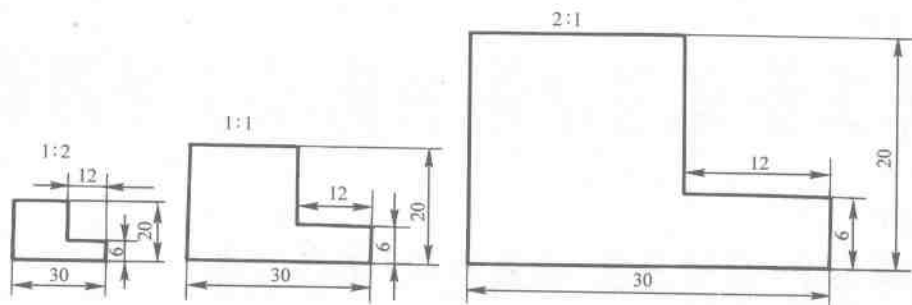

图 1—19 尺寸与图样比例无关
①比例符号应以“:”表示。比例的表示方法如1:1, 1:3, 2:1等。
②比例一般应标注在标题栏中的比例栏内。不论采用何种比例，图样中所标注的尺寸数值必须是实物的实际大小，与图形的比例无关，如图1—19所示。
④字母和数字分 A 型和 B 型。A 型字体的笔画宽度 (d) 为字高 (h) 的 $1/14$, B 型字体的笔画宽度 (d) 为字高 (h) 的 $1/10$ 。在同一图样上,只允许选用一种型式的字体。
⑤字母和数字可写成斜体和直体。斜体字字头向右倾斜,与水平基准线成 75° 角。
2) 字体示例(见图 1—20)
(4) 图线(GB/T 17450—1998)。图中所采用各种型式的线,称为图线。